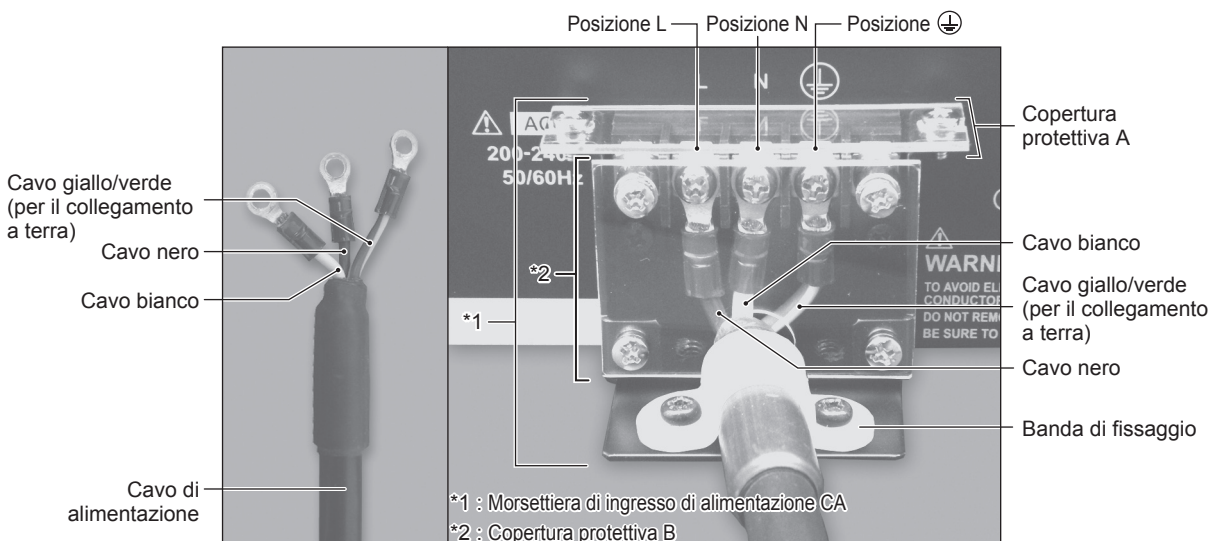

Fig.15
- (1) Allentare le viti di montaggio posizionate sulle coperture protettive A e B e la banda di fissaggio. Rimuovere le coperture protettive A e B e la banda di fissaggio dal retro del CONTROLLER.
- (2) I capicorda rotondi sono fissati su un lato del cavo di alimentazione. Rimuovere la vite del terminale dalla morsettiere di ingresso di alimentazione CA. Accertarsi di collegare in modo sicuro il terminale rotondo alla morsettiere di ingresso di alimentazione CA. (Tabella 2, Fig. 15)
- (3) Dopo aver collegato la vite del terminale alla morsettiere di ingresso di alimentazione CA, accertarsi di serrare saldamente le viti del terminale.
- (4) Fissare nuovamente le coperture protettive A e B alla morsettiere di ingresso di alimentazione CA adoperando le viti di montaggio originali.
- (5) Fissare il cavo di alimentazione usando la banda di fissaggio e la vite di montaggio.